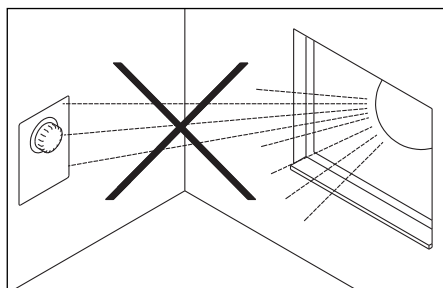

Fig. 5.2 Pas d'ensoleillement direct
- Éviter un ensoleillement direct sur le thermostat (fig. 5.2).